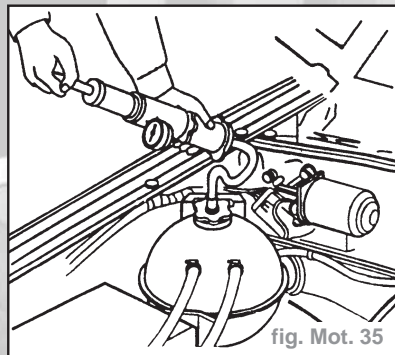

fig. Mot. 35
- Établir correctement le niveau de liquide de refroidissement. Remplacer le bouchon tournant du vase d'expansion par un appareil de contrôle des radiateurs livrable dans le commerce (fig. Mot 35).